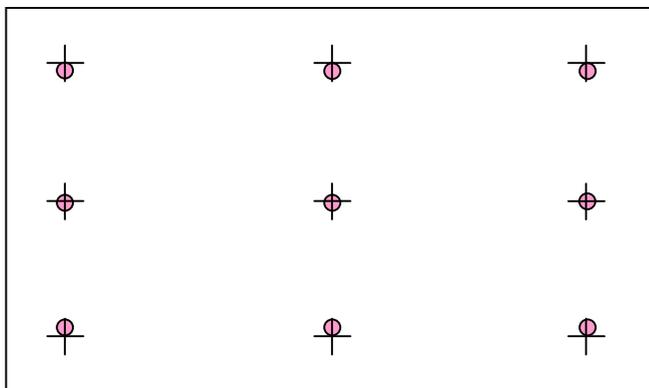

図 3-2-2-1. キャリブレーションタッチポイント
- ① [スタートメニュー]-[すべてのプログラム]-[UPDD]-[キャリブレーション]を選択し、キャリブレーションを開始します。
- ② 十字のターゲットが表示されます。上段のポイントと下段のポイントでは、十字の中心からずらして図 3-2-2-1 に示す赤いポイント付近をタッチします。
- ③ すべてのポイント入力が終わると確認画面が表示されます。
- ④ 問題がなければ[OK]ボタンを押してキャリブレーションを終了します。